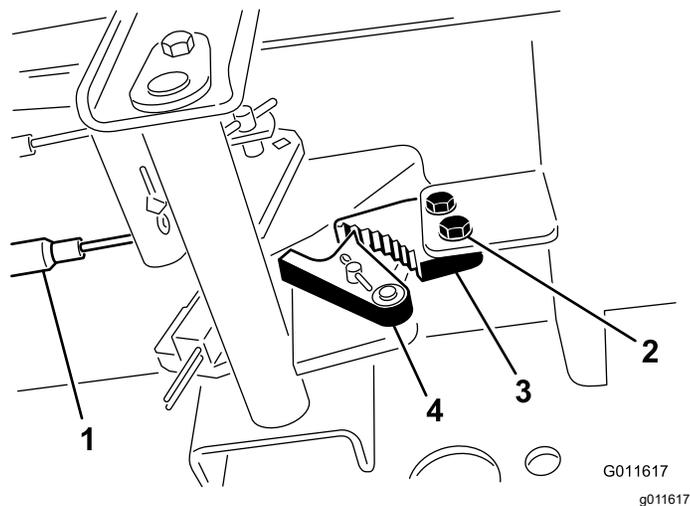

Figura 140
3. Carregue no pedal do travão para a frente até o detentor do estacionamento engatar completamente na lingueta do travão (Figura 140).
2. Solte os 2 parafusos que prendem a lingueta do travão de estacionamento à estrutura (Figura 140).